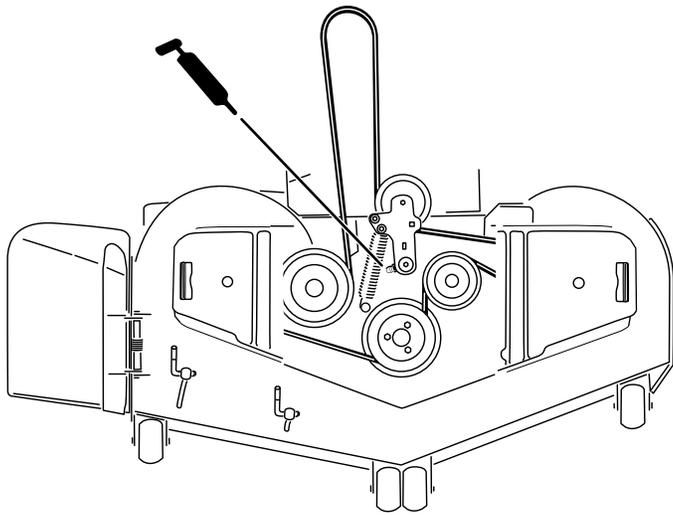

Figure 41
4. Pour les tabliers de coupe de 152 cm (60 po) seulement, graissez le pivot de la poulie de tension du tablier de coupe jusqu'à ce que la graisse ressorte par le bas (Figure 41).